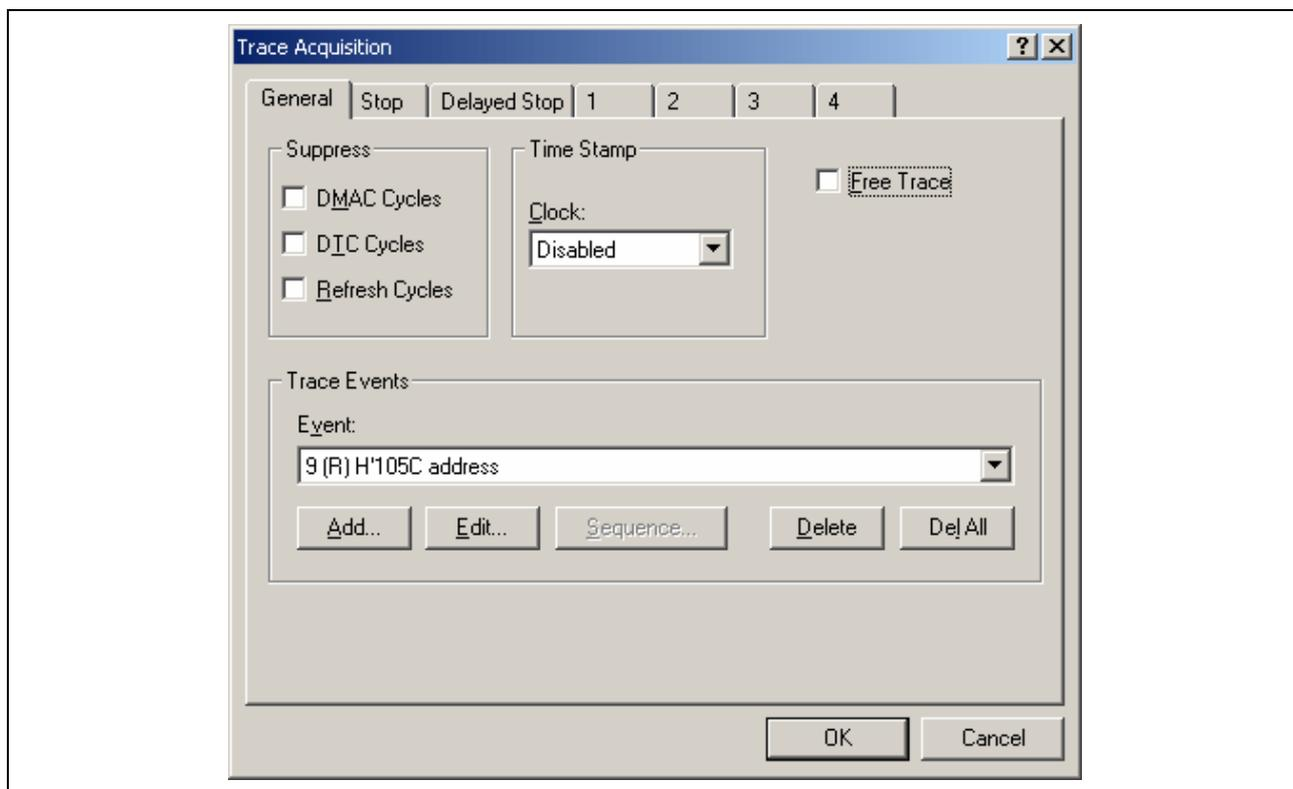

图 6.45 [Trace Acquisition]（跟踪获取）对话框（已添加页）
- 若要启用已设置的事件条件，取消选中 [General]（常规）页上的 [Free Trace]（自由跟踪）复选框。这会添加页 [1] 到 [4]（参考图 6.45，[Trace Acquisition]（跟踪获取）对话框）。